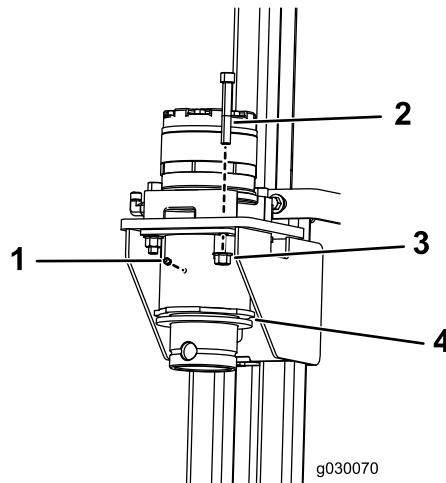

Figura 2
6. Remova os acoplamentos existentes e instale os novos com 8 parafusos (M12-1 3/4 x 80 mm), 8 porcas autotratavantes (M12) e 2 graxeiras (Figura 2).